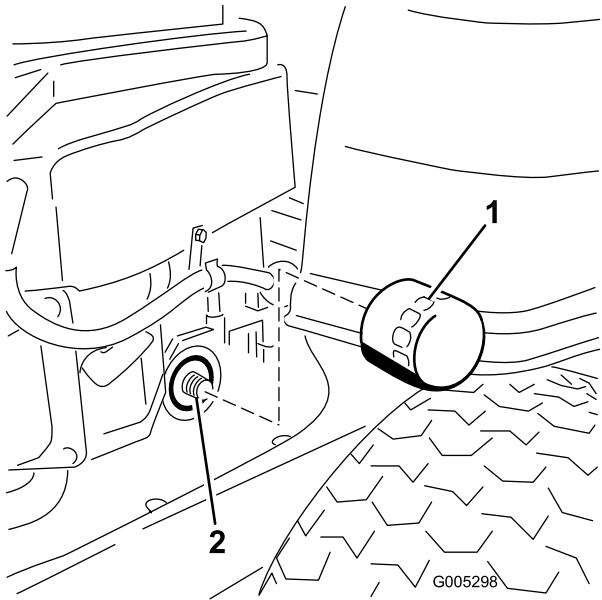

Figura 31
9. Localice el filtro de aceite situado en el lado derecho del motor. Retire el filtro usado y límpie con un paño limpio el adaptador del filtro (Figura 31).
11. Instale el filtro de aceite nuevo en el adaptador. Gire el filtro de aceite en el sentido de las agujas del reloj hasta que la junta de goma entre en contacto con el adaptador, luego apriete el filtro de 3/4 a una vuelta más (Figura 31). Limpie cualquier exceso de aceite del bastidor.